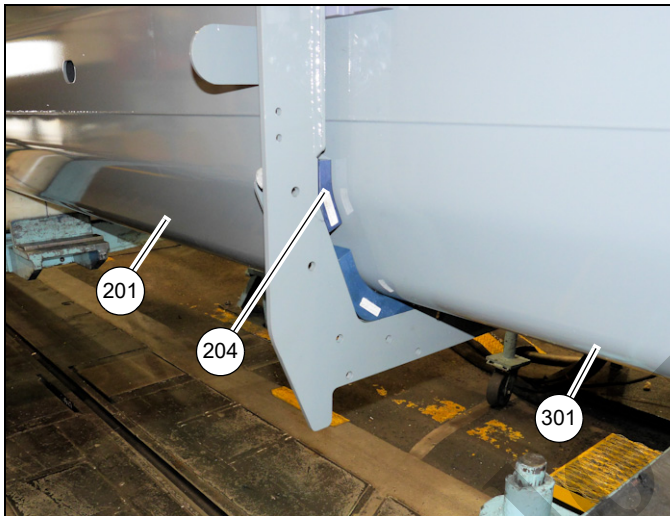

FIGURA 4-114
- 73. Siga insertando la sección telescópica 2 (301) en la sección telescópica 1 (201) hasta que la punta de la sección telescópica 1 esté en el área de la sección telescópica 2 que está libre de grasa.
74. Instale una almohadilla de desgaste (204) en los lados derecho e izquierdo, entre la sección telescópica 1 (201) y sección telescópica 2 (301) (vea la Figura 4-114). Instale los pernos de ajuste (244) y tuercas (249) de la almohadilla de desgaste en cada lado de la sección telescópica 1 (201), pero no los apriete (vea la Figura 4-114).